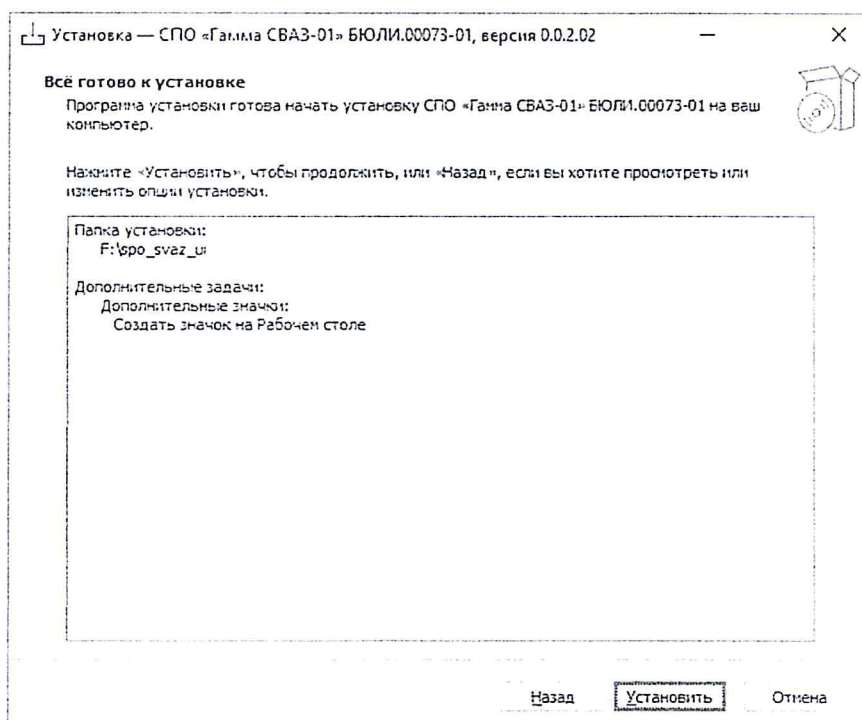
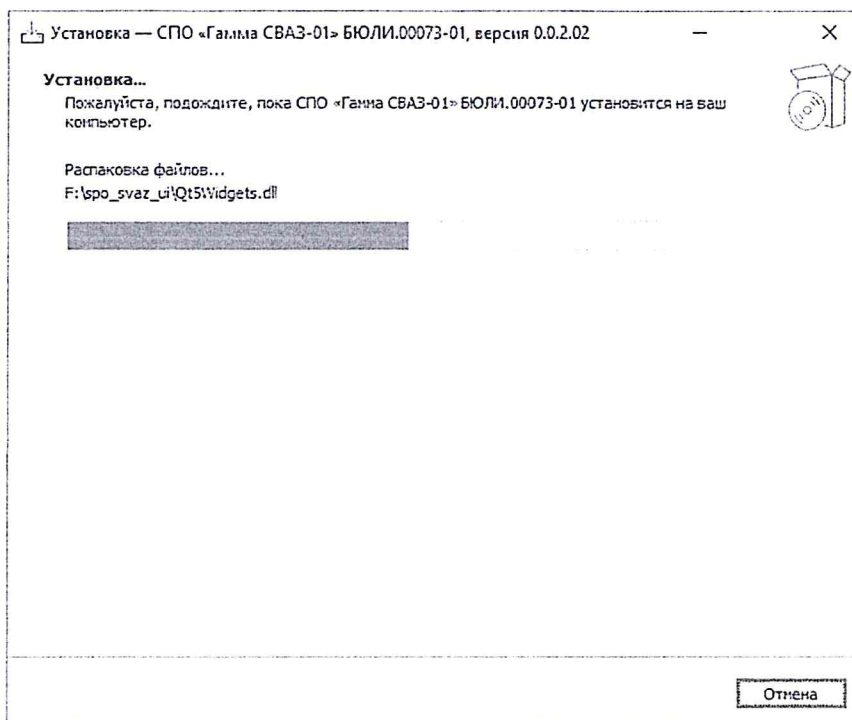

Рисунок 24 Окно «Подготовка к установке»
Рисунок 25 – Окно «Установка программы на ПЭВМ»
– в окне подготовки к установке нажать кнопку «Установить» (рисунок 24), после чего начнется процесс установки программы на ПЭВМ (рисунок 25);